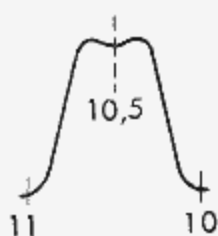

Fig. 1
- Régler les noyaux de **T10** pour avoir de 10,5 MHz dans le creux (fig. 1).